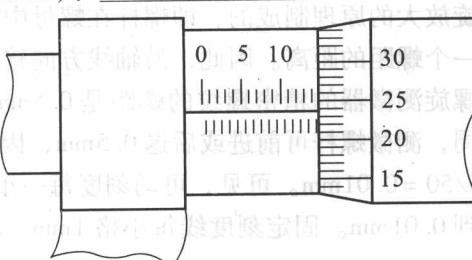

图 1-15 千分尺读数
(1) 读数值为 (图 1-15): \_\_\_\_\_。